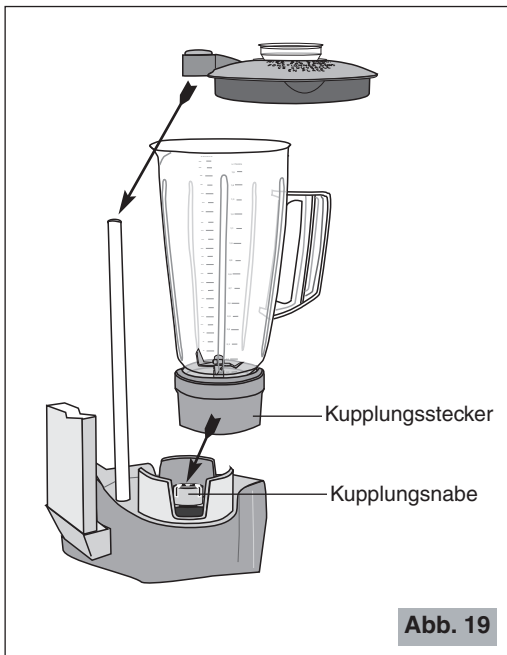

Abb. 19
- 2** Den Behälter auf das Untergestell positionieren, indem man ihn in die entsprechende Halterung einfügt (siehe Abbildung 19).